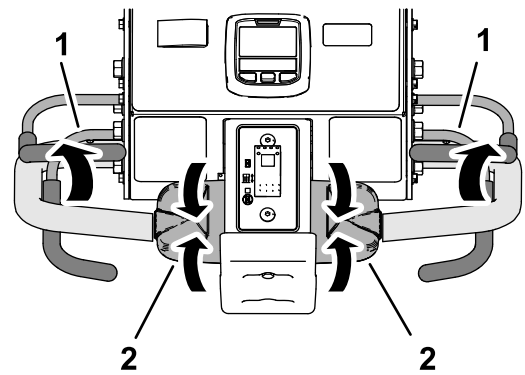

Bild 98
1. Lassen Sie den Fahrtriebshebel los und lassen Sie ihn in die NEUTRAL-Stellung fallen, und lassen Sie den Schaltbügel los (Bild 98).